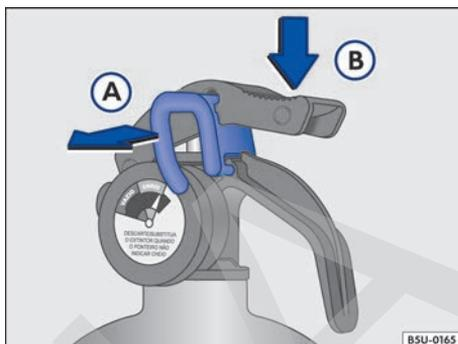

Fig. 157 Secuencia de uso del extintor.
- Tirar de la traba → **fig. 157 (A)**.
- Apretar el disparador → **fig. 157 (B)**.